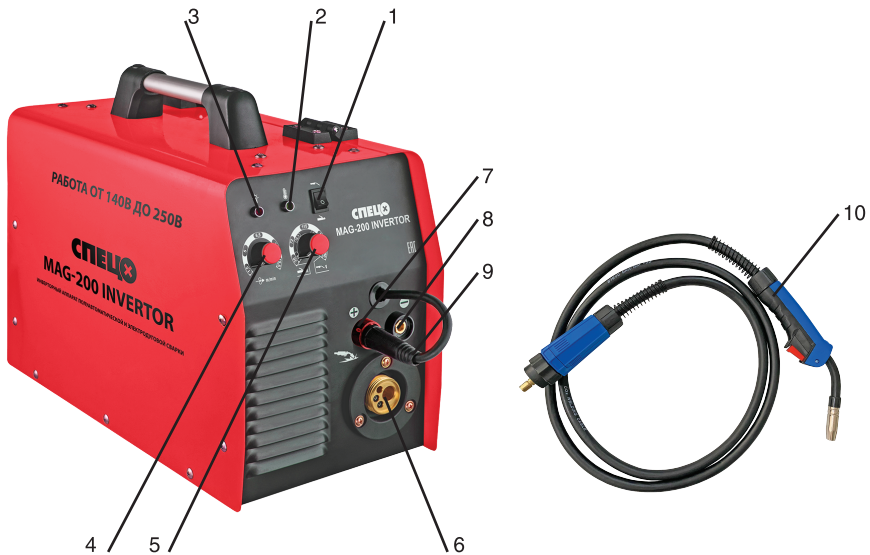

Рисунок 1. Общий вид.
На рис.1 представлен общий вид полуавтомата.
7.1.3. Включить аппарат выключателем на задней панели, загорится индикатор-2, см.рис.1.
7.1.4. Клавишей выбора режимов-1, см. рис.1, выбрать режим «ММА»
7.1.5. Установить регулятор сварочного тока-5, см.рис.1, в необходимое положение.
7.2.1 Подсоединить газовую горелку, затем кабелем-9, см. рис.1, выбрать необходимую полярность на горелке
7.2.9. Включить аппарат выключателем на задней панели, загорится индикатор -2, см. рис.1.
7.2.10. Клавишей выбора режимов-1, см. рис.1 выбрать режим MAG